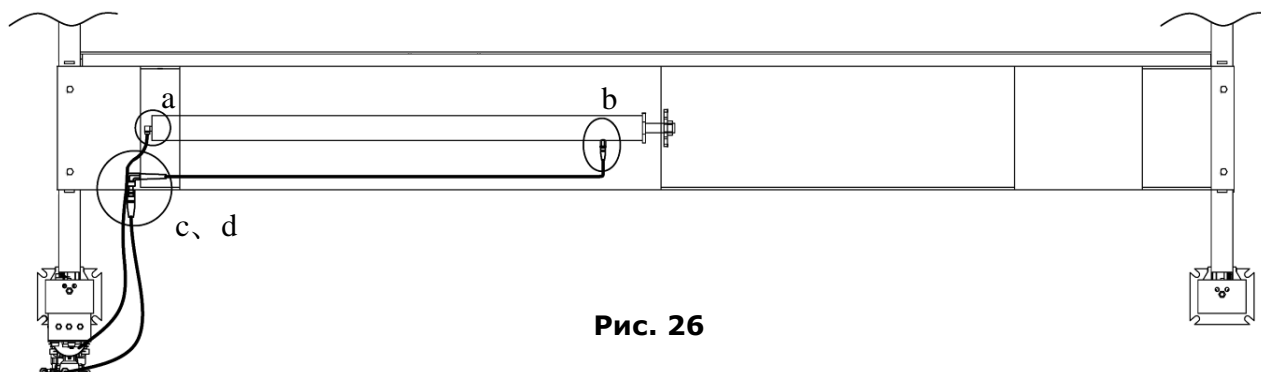

Рис. 26
2. Для гидростанции установленной на колонне поперечины **В** (См. Рис. 26).